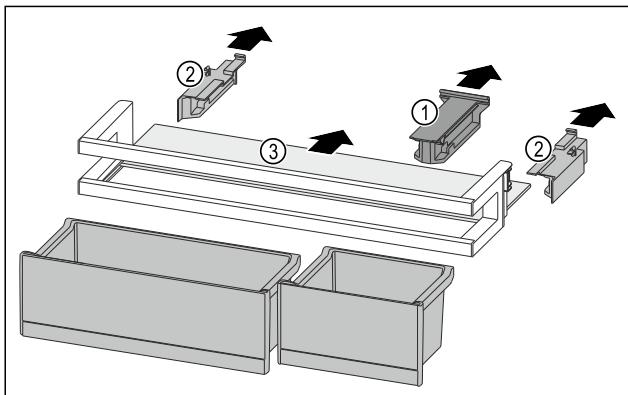

Fig. 88
► Skinite pridržni dio Fig. 88 (1).
► Skinite bočne dijelove Fig. 88 (2).
► Izvadite policu Fig. 88 (3).